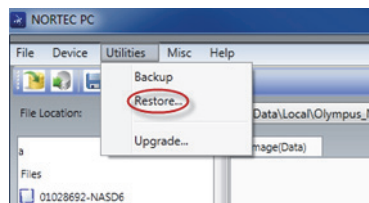

Abbildung 6-33 Befehl Restore
3. Wählen Sie im Menü **Utility** der NORTEC PC Software **Restore** aus (siehe Abbildung 6-33 auf Seite 355).